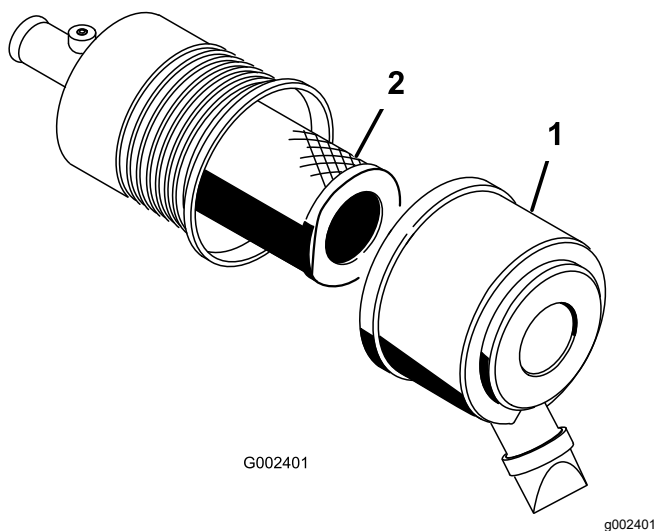

図 50
2. エアクリーナのカバーをボディーに固定しているラッチを外す 図 50。
3. エアクリーナのボディーからカバーを外す(図 50)。
5. フィルタを取り外して交換する(図 50)。